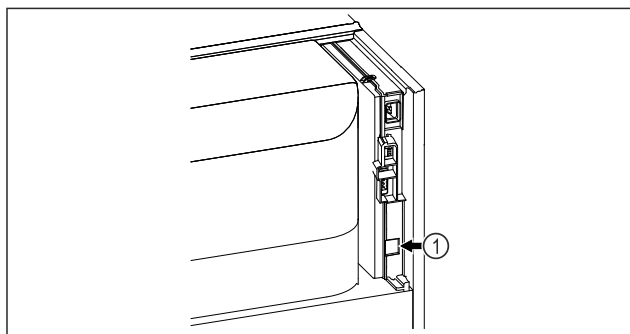

Fig. 82
- ❑ Se utiliza SmartModule Fig. 82 (1).